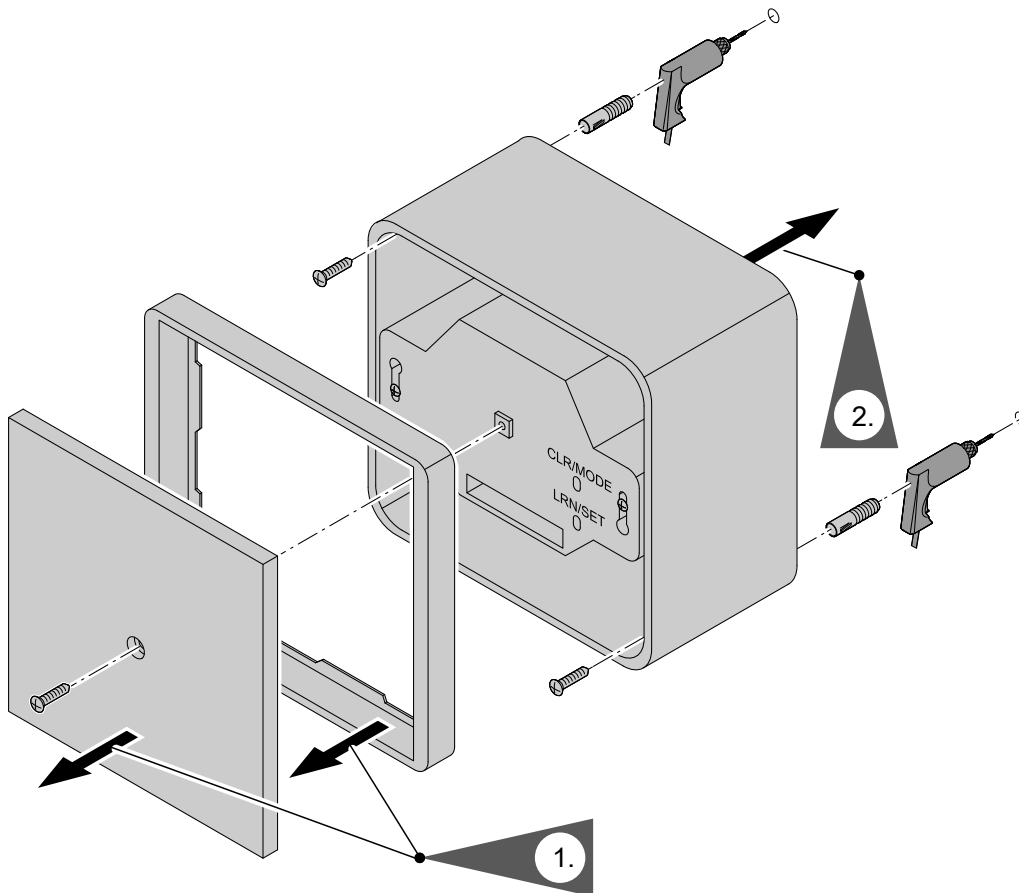

Рис. 11
4. Закрыть приемник радиосигналов, см. обратную последовательность на рис. 11).